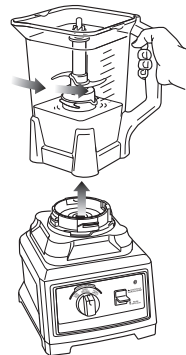

Fig. 7
- 11 Pour retirer le couvercle, appuyez sur son bouton de déclenchement, tirez sur la poignée du couvercle à un angle de 90° et soulevez celui-ci. Pour une efficacité optimale, tenez le pichet d'une main et utilisez l'autre main pour retirer le couvercle. Tournez le récipient dans le sens contraire des aiguilles d'une montre et soulevez-le pour l'enlever du bloc-moteur. Enlevez toujours soigneusement le jeu de lames supérieur avant de verser le contenu du récipient. (Fig. 7)